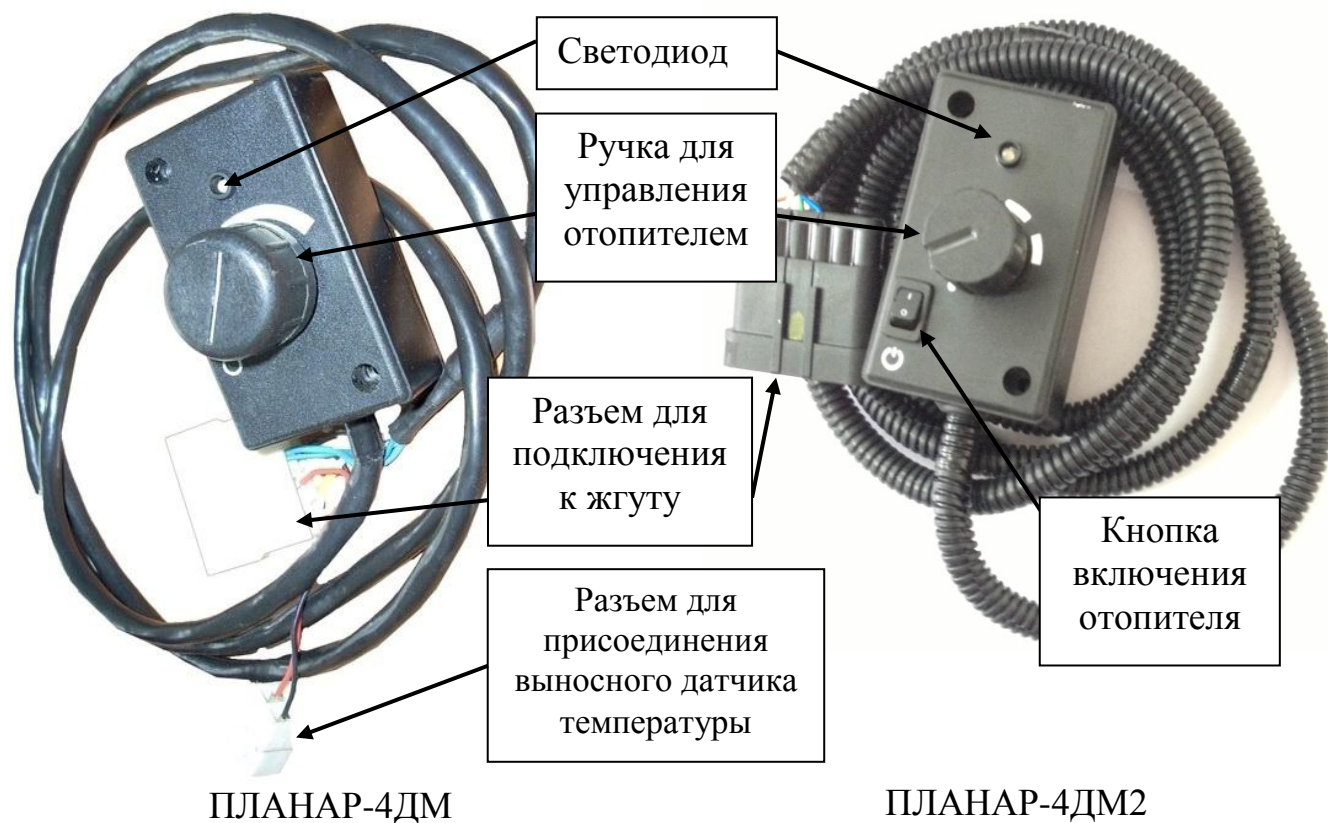

Рис.13 - Пульт управления
Пульт управления (рис.13) предназначен для:
- не запускается отопитель при повороте ручки переключателя или от кнопки включения (рис.13);